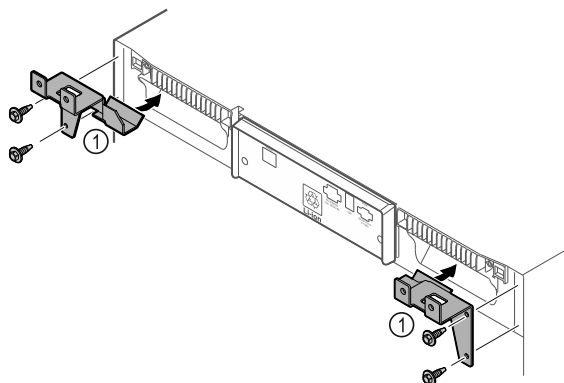

Fig. 10
- ▶ Pritvirtinkite laikančiąsias dalis Fig. 10 (1) savisriegiais varžtais prie prietaiso.